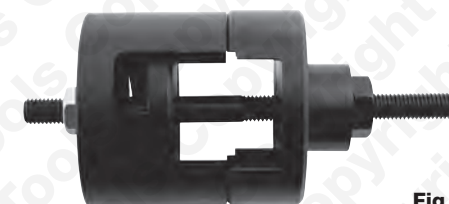

Fig 2
4. Monte a ferramenta de pressão conforme se ilustra na Fig. 2 utilizando o copo de instalação do casquilho maior.